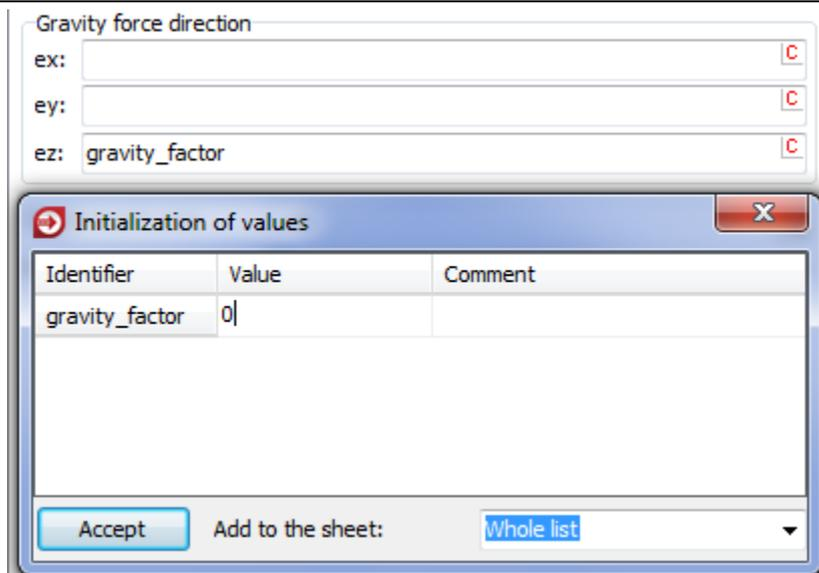

图 3.11 取消重力的方法
3. 然后在右侧交互界面 **Gravity force direction** 框 **ez** 一栏定义重力系数 **gravity_factor**，赋值为 **0**，如图 3.11 所示。